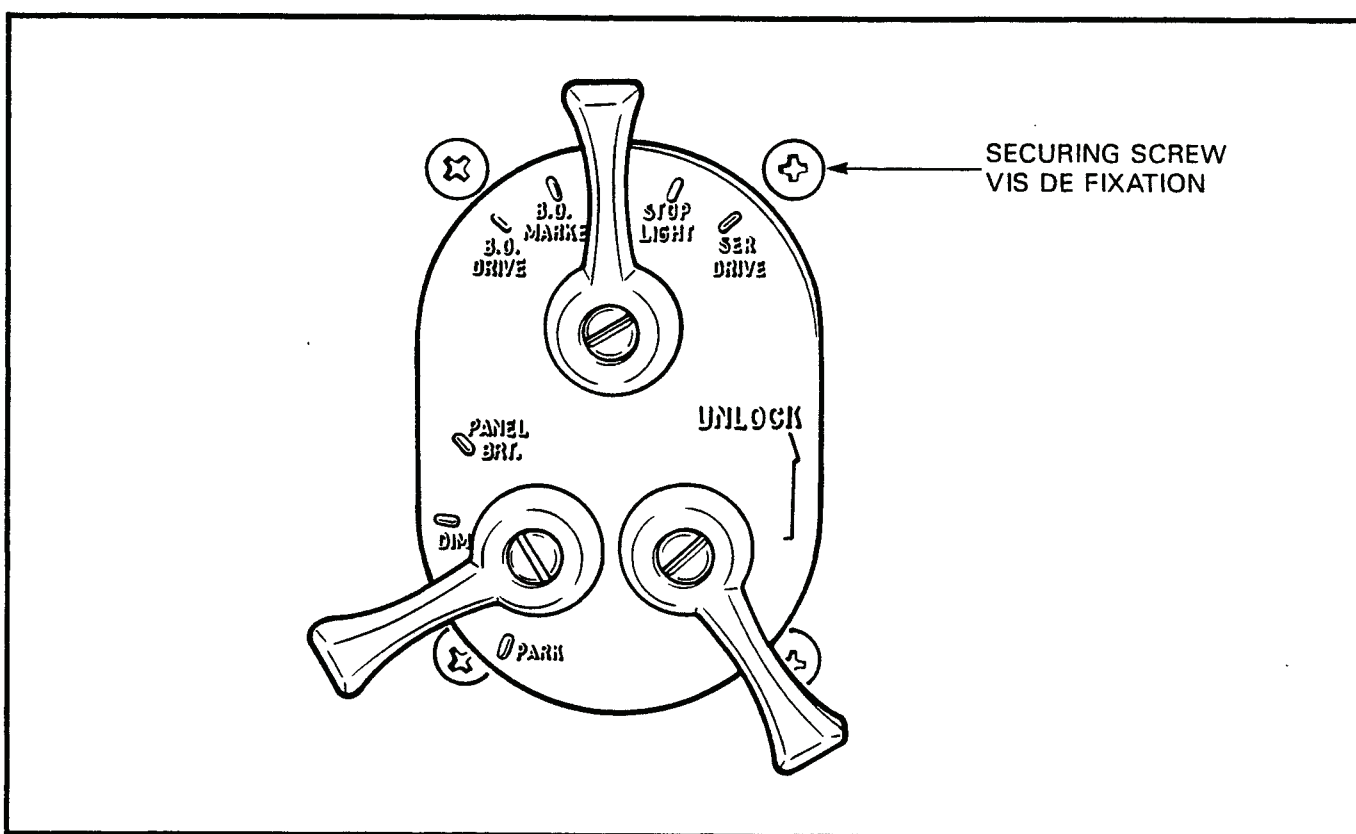

Figure 5-2-1 Master Light Switch Securing Screws
e. Remove the three screws and lock washers that secure the three light switch levers and remove the levers. f. Remove the four securing screws from the master light switch, see Figure 5-2-1, and remove the switch from the panel.	e. Enlever les trois vis et rondelles-frein retenant les trois leviers d'interrupteurs, et enlever les leviers. f. Enlever les quatre vis de fixation de l'interrupteur combiné d'éclairage, voir figure 5-2-1, et l'interrupteur du panneau.